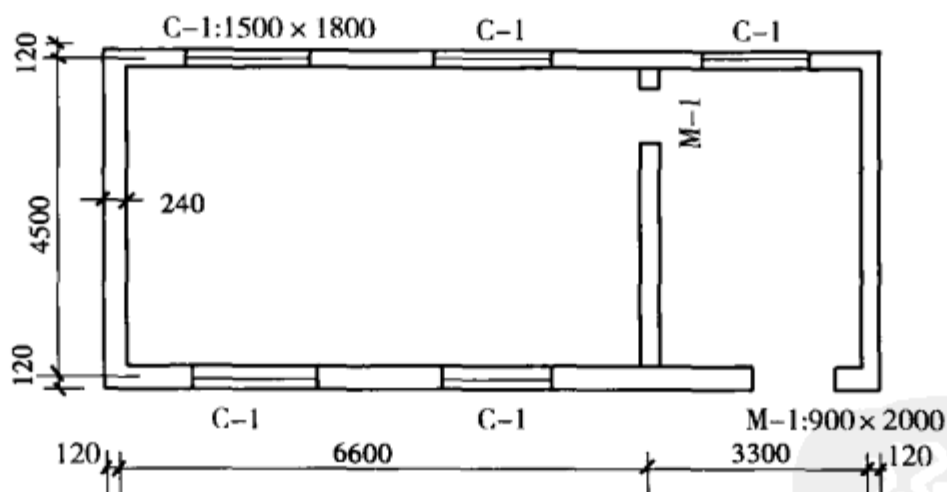
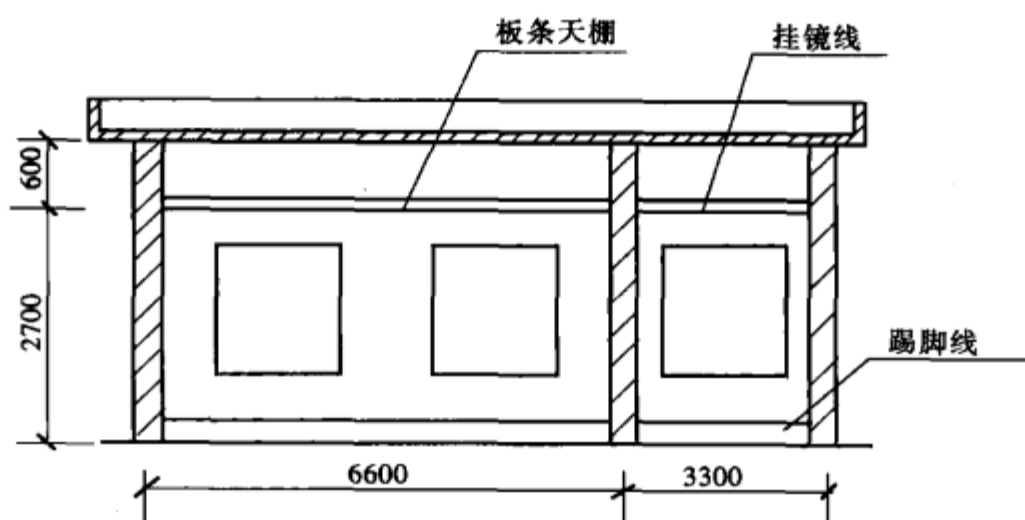
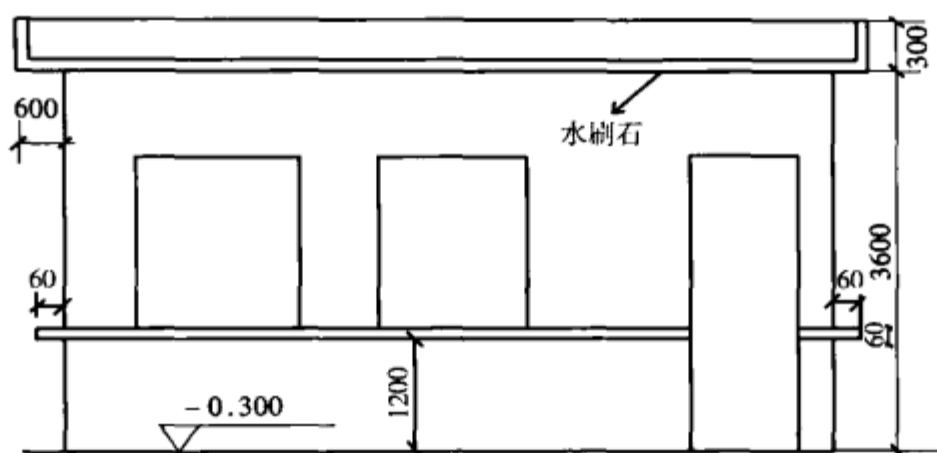

图2-1 某工程平面示意图
图 2-2 某工程剖面示意图
图 2-3 某工程立面示意图
【例1】如图2-1、图2-2所示,求内墙抹混合砂浆工程量(做法:内墙做1:1:6混合砂浆抹灰 $\delta=14\text{mm}$ ,1:1:4混合砂浆抹灰 $\delta=6\text{mm}$ )。
【例 2】 如图 2-1、图 2-3 所示, 求外墙裙抹水泥砂浆工程量(做法: 外墙裙做 1:3 水泥砂浆  $\delta = 14\text{mm}$ , 做 1:2.5 水泥砂浆抹面  $\delta = 6\text{mm}$ )。
**【例4】**如图2-1、图2-3所示,求外墙水刷石工程量(做法:外墙做水刷石墙面,1:3水泥砂浆 $\delta=12\text{mm}$ ,1:1.5水泥白石子浆 $\delta=10\text{mm}$ )。
**【例 7】** 如图 2-3 所示,求外墙勾缝工程量(做法:外墙水刷石改为水泥砂浆勾缝)。
**【解】** (1) 定额工程量